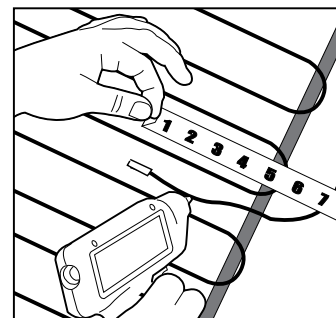

Figura 7. Colocación del sensor de temperatura del suelo
6. Para las instalaciones que incluyan un termostato, el sensor de suelo de bajo voltaje debe colocarse entre los bucles creados por el cable y mantenerse en su lugar con una pequeña cantidad de thinset o pegamento caliente. Véase la figura 7.